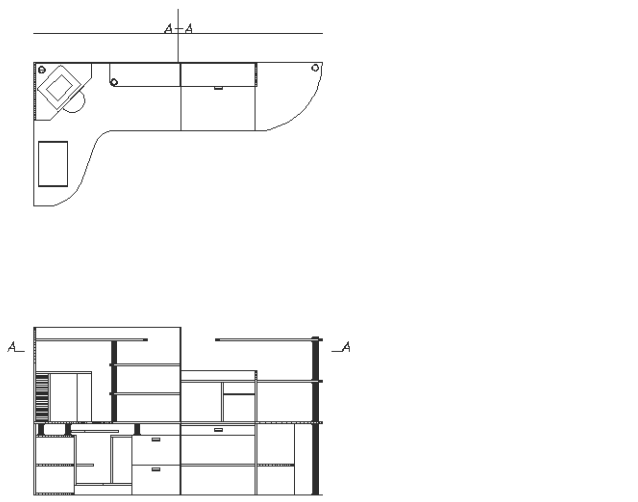

Рис. 10.9 ▼ Линия сечения и разрез А–А обозначены
- Создайте на виде сверху надпись **А-А**, а на главном виде – две буквы **А** возле каждого штриха, как показано на рис. 10.9. Для надписи **А-А** выберите выравнивание по центру и привязку к точке пересечения, как вы это проделывали при создании надписи **ВИД СВЕРХУ**. При создании буквы **А** возле левого штриха на главном виде выберите режим выравни-